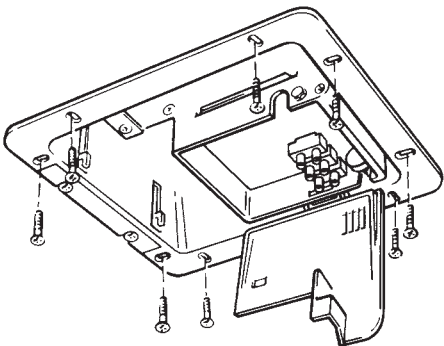

Fig.5
- ◆ Bevestig de ventilator aan het montageframe door middel van de meegeleverde zelftappende schroeven (Fig. 5).